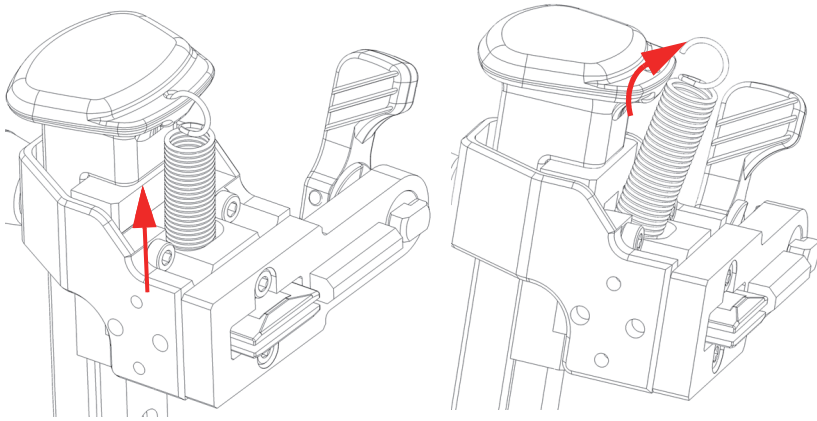

图 2-30 取下弹簧
2. 从弹簧加载臂提升手柄的孔中取出弹簧的顶部（参见第61页的图 2-30）。